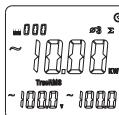

图8-6
- 若需要测量三相总功率，需按“ Σ ”键，如图8-6，将第三相位的当前测量值进行功率求和存贮。